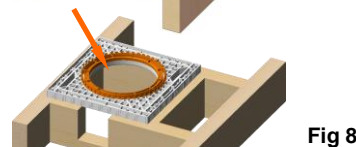

Fig 8
- Montera ringen i plattan och tryck ner klackarna i plattan, se Fig 8